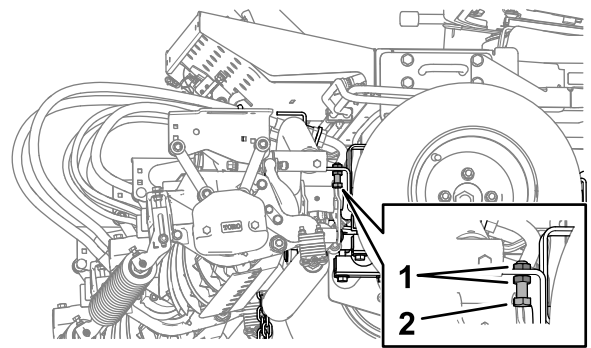

Figure 28
1. De chaque côté de la machine, desserrez les écrous de blocage et dévissez les boulons d'arrêt des bras de levage (Figure 28).